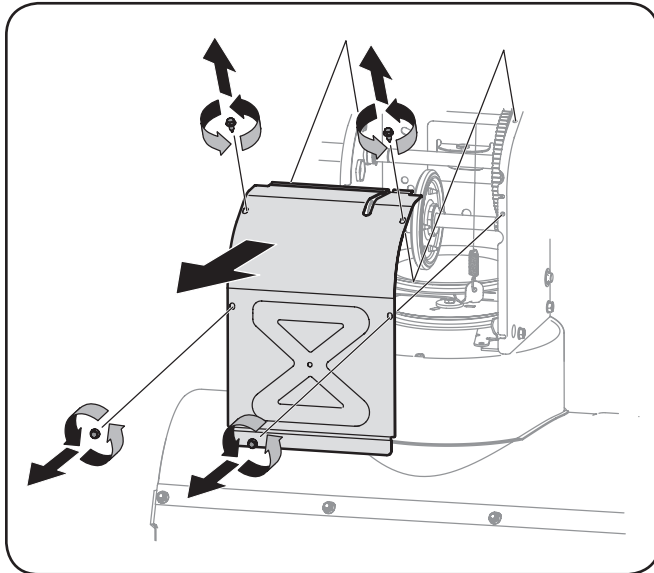

Figure 7-4
6. Enlevez le couvercle du châssis sous la souffleuse à neige en retirant les vis autotaraudeuses qui fixent le couvercle au châssis. Voir Figure 7-4.
3. Enlevez le couvercle du châssis sous la souffleuse à neige en retirant les quatre vis autotaraudeuses qui fixent le couvercle au châssis. Voir Figure 7-4.